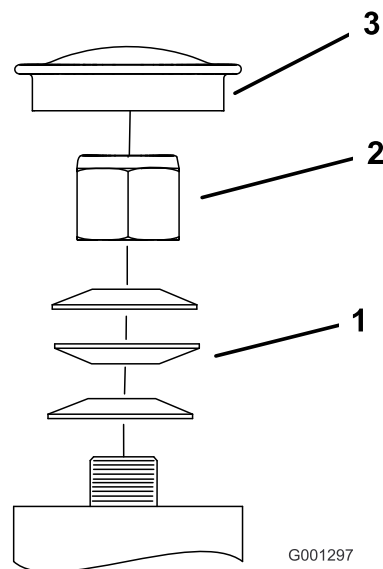

Figure 61
3. Retirez le couvre-moyeu de la roue pivotante et serrez le contre-écrou (Figure 61).
4. Continuez de serrer le contre-écrou jusqu'à ce que les rondelles élastiques soient aplaties, puis desserrez-le d'un quart de tour pour obtenir la précharge correcte des roulements (Figure 61).
**Important:** Veillez à placer les rondelles élastiques comme montré à la Figure 61.
5. Reposez le couvre-moyeu (Figure 61).